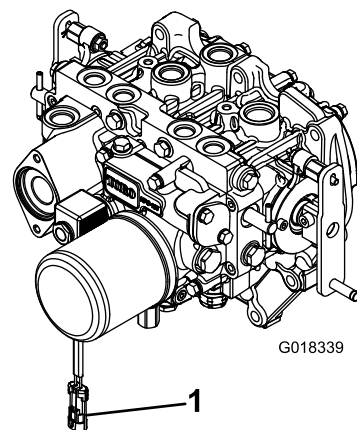

Figure 3
2. Débranchez le connecteur du faisceau de câblage du connecteur de la bobine d'électrovanne (Figure 3).
8. Après avoir accouplé l'autre extrémité de l'arbre d'entraînement à l'arbre du boîtier d'engrenages de l'accessoire, branchez le connecteur du faisceau au connecteur de la bobine d'électrovanne de PDF (Figure 3).